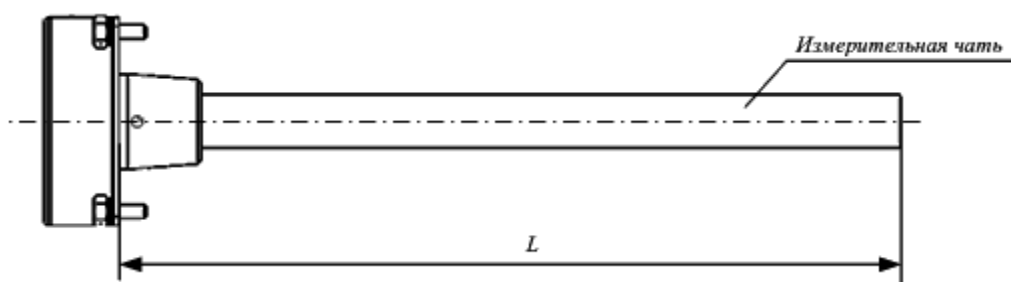

Рисунок 4,  $L$  – длина измерительной части датчика уровня топлива LLS
**Рабочая длина изделия** – длина  $L$ , изображенная на рисунке (Рисунок 4).
**Диапазон измерения (M)** – количество интервалов измерения (от 1 до 4095).